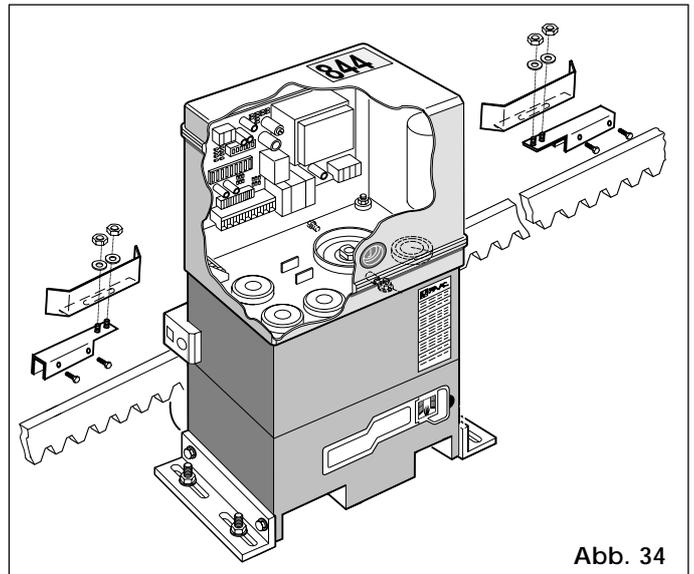

Abb. 34
- 2) Beim Einbau des Endschalters das Profilblech zu den Stiftschrauben der Aufnahme zentrieren (Abb.34).